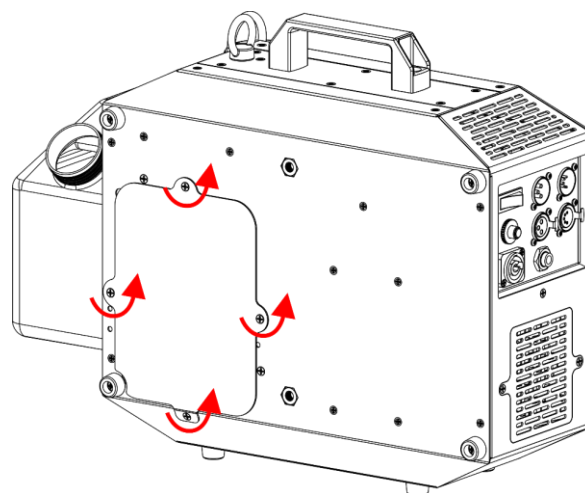

Fig. 13
08) Dévissez les 4 vis de la plaque métallique du réservoir à l'arrière de l'appareil, comme indiqué sur la Fig. 13.